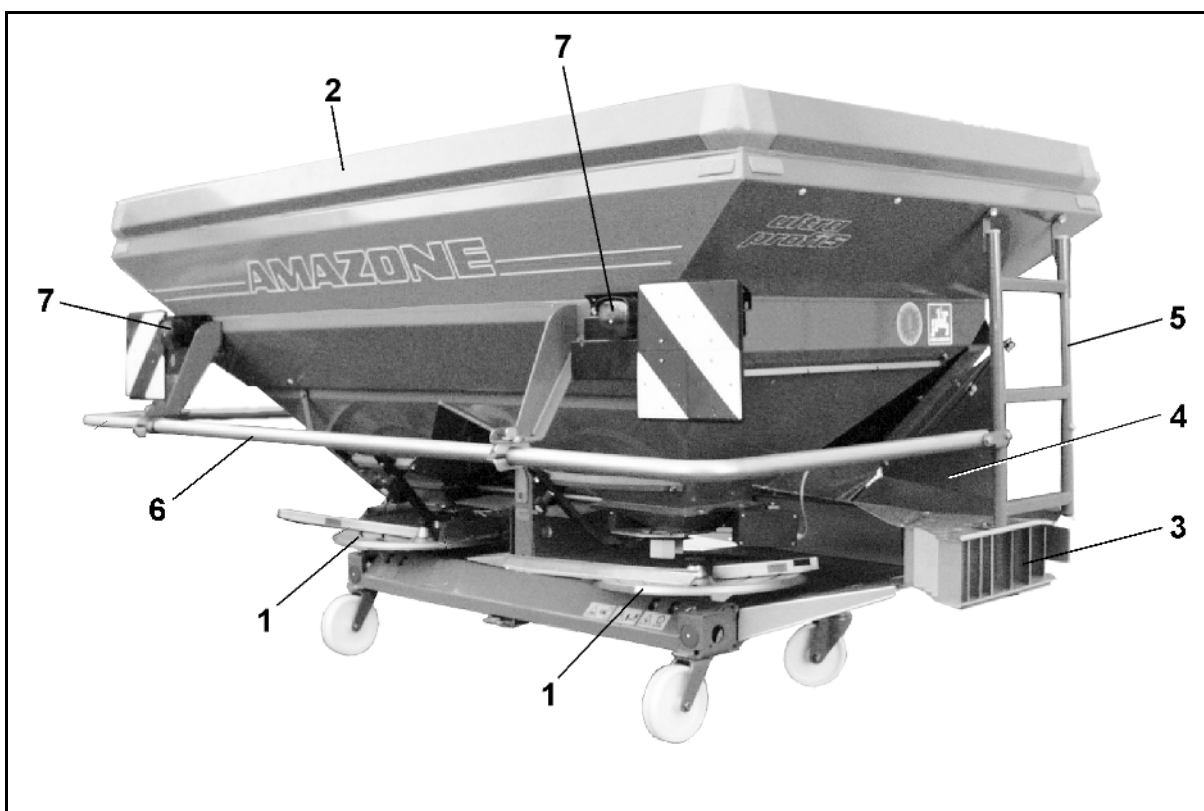

Fig. 45
1. Rengjør girinngangsakselen (Fig. 45/1), og smør den med fett.
3. Skru ut låseskruen (Fig. 45/6) på vernetrakten.
4. Skru vernetrakten (Fig. 45/2) i monteringsstilling (Fig. 45/5).
6. Løsne kontramutteren (Fig. 45/3) i koblingsnavet fra friksjonskoblingen (til gjengetappen ikke lenger stikker ut av kontramutteren på utsiden), skru av unbrako-gjengestiften (Fig. 45/4) og kontroller om det er enkelt å skyve koblingsnavet opp på girakselen.
7. Sett inn koblingsnavet med fett helt inn til festet på girets inngangsaksel (Fig. 45/1).
8. Sikre kraftoverføringsakselen mot aksial forskyvning. Dette gjøres ved å trekke gjengetappen (Fig. 45/4) godt til med en innvendig sekskantnøkkel og kontre med en mutter (Fig. 45/3).
11. Skru inn låseskruen (Fig. 45/6).